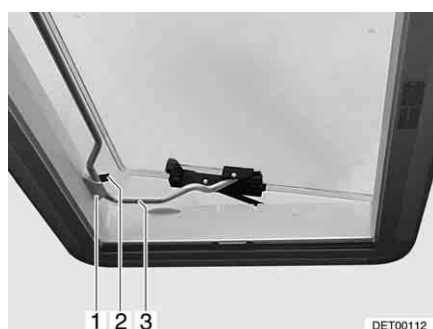

Fig. 69 Lanterneau Heki en position de ventilation 2
- Insérer l'étrier (Fig. 69,3) dans le support (Fig. 69,1).
- Placer le levier (Fig. 69,2) sur l'étrier.